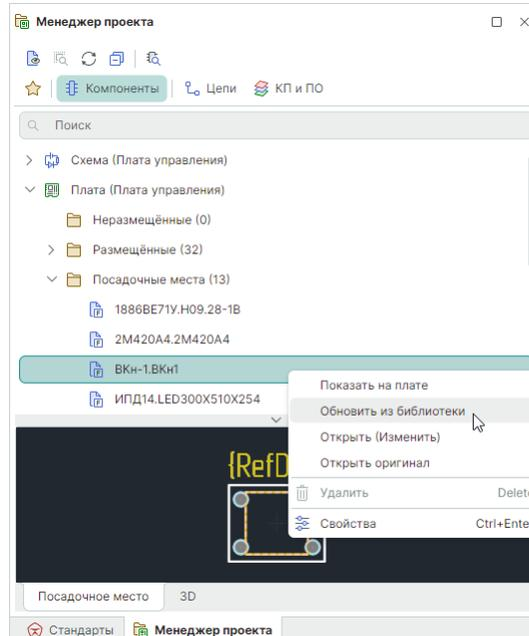

Рис. 180 Приведение посадочного места в соответствие с библиотекой ЭРИ
2. Вызовите контекстное меню и воспользуйтесь пунктом «Обновить из библиотеки», см. Рис. 180.